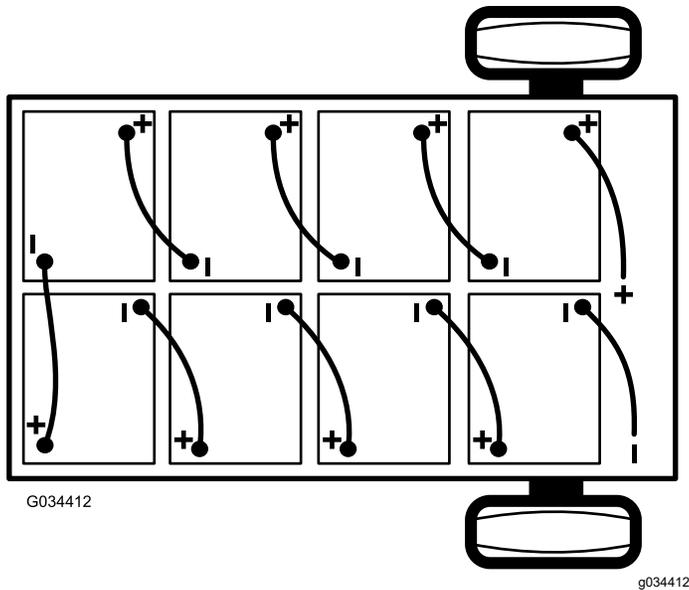

Figura 41
- Desligue o fio negativo principal da bateria (preto) que liga o banco das baterias ao ponto de ligação à terra da máquina (Figura 41).
- Desligue o fio positivo principal da bateria (vermelho) que liga o banco das baterias ao contactor principal da máquina (Figura 41).
Nota: Obs.: Preste atenção à polaridade das baterias quando trocar de baterias (Figura 41).
- Faça a ligação das baterias como se mostra na Figura 41 com os cabos de interligação das baterias que removeu no passo 1.
- Ligue o fio positivo principal da bateria (vermelho) entre o banco das baterias e a máquina (Figura 41).
- Ligue o fio negativo principal da bateria (preto) entre o banco das baterias e a máquina (Figura 41).